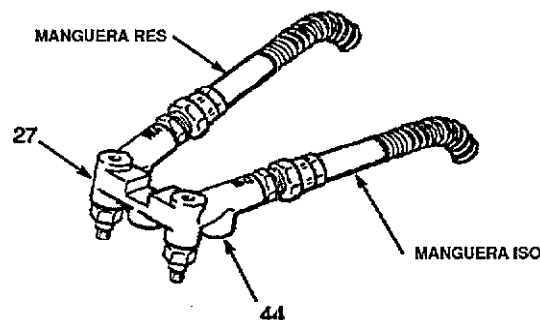

Fig. 13
- n. Instalar la protección plástica (43) alrededor de las partes expuestas del conjunto de aguja para evitar que la espuma pulverizada en exceso se acumule sobre la aguja. Ver Fig. 13.
- 13. Conectar las mangueras de líquido con el distribuidor de la pistola de pulverización.** Ver Fig. 13.
- a. El distribuidor (27) tiene cuatro entradas, dos de las cuales están tapadas con tapones de acero (44). Cambiar la posición de los tapones par dirigir las mangueras directamente hacia abajo desde el distribuidor, si se desea.